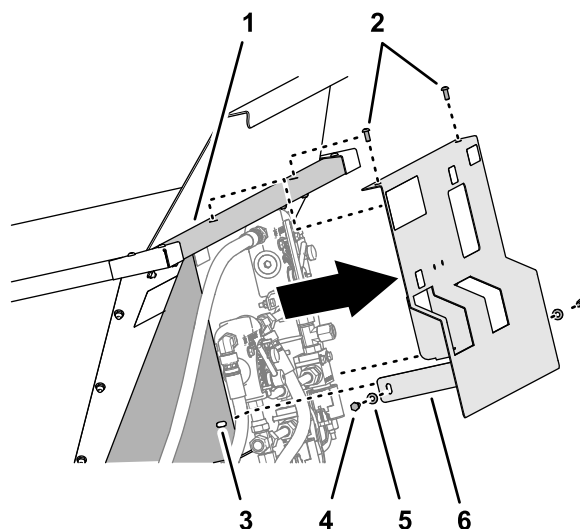

図 17
- トップドレッサのバルブマウントに油圧ガードを固定しているキャップスクリュ2本とワッシャ2枚を外す 図 17。
- ホッパーの前壁に油圧ガードを固定しているボタンヘッドねじ2本を外してガードを外す 図 17。
1. トップドレッサのバルブマウントに油圧ガードを固定しているキャップスクリュー 2 本とワッシャ 2 枚を外す 図 17。
2. ホッパーの前壁に油圧ガードを固定しているボタンヘッドねじ 2 本を外してガードを外す 図 17。